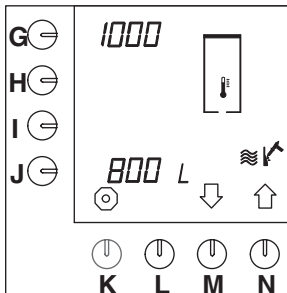

Fig. 51 Ontkalkingssignalering heetwatersysteem
- De ontkalkingssignalering voor het heetwatersysteem staat voor alle types standaard ingesteld op 1000 liter, zie de positie naast keuzetoets (G.), fig. 51.
- Druk op selectietoets (M.)↓ tot fig. 51 in het display verschijnt.